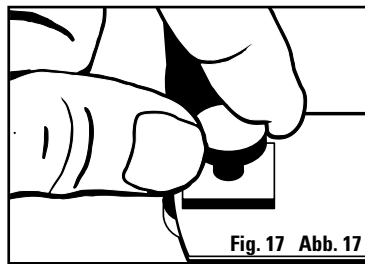

Fig. 17 Abb. 17
2. Dévisser le bouton de coulisse et retirer la plaque de montage de chaque extrémité du cadre de la scie (Fig. 17).
2. Desatornille la perilla de ajuste y quite la placa de montaje de cada extremo del bastidor de la sierra (Fig. 17).
2. Schrauben Sie den Knopf ab und entfernen Sie die Montageplatte von den Enden des Sägenrahmens (Abb. 17).